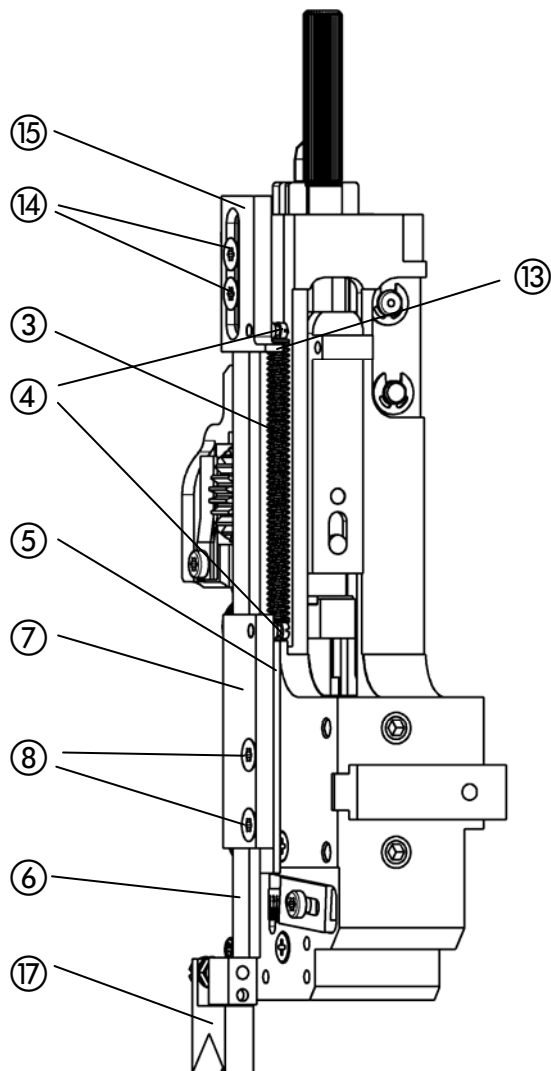

Abb. 18
Abb. 18 a
Abb. 18 b
- Abb. 18 -
- Zugfeder ③ in die beiden Federbolzen ④ einhängen.
- Distanzplatte ⑤ an Heftkopf anlegen.
- Abb. 18, Abb.18a, Abb. 18b -
- Zentrierprisma ⑰ soweit nach vorne oder hinten stellen, dass es mit dem Prisma des Reiters ⑨ genau fluchtet (vgl. Abb. 18 b).